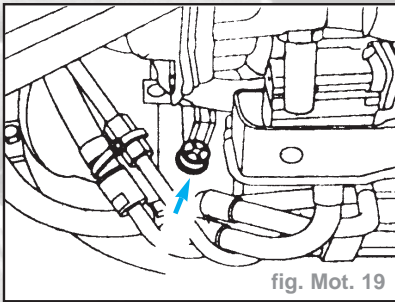

fig. Mot. 19
- Desserrer le bouchon de vidange du radiateur et vidanger le circuit de refroidissement (fig. Mot. 19).